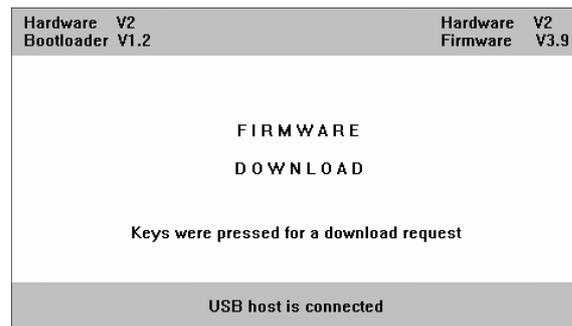

fig. II.47 Mise à jour du logiciel (firmware update)
- ▶ Sur votre ND, appuyez **simultanément** sur la touche C et sur la touche ENTER **et mettez votre ND sous tension**. Le ND affiche alors les versions actuelles installées pour le matériel et le logiciel. Il est prêt pour le téléchargement du logiciel (firmware download, cf. fig. II.47).